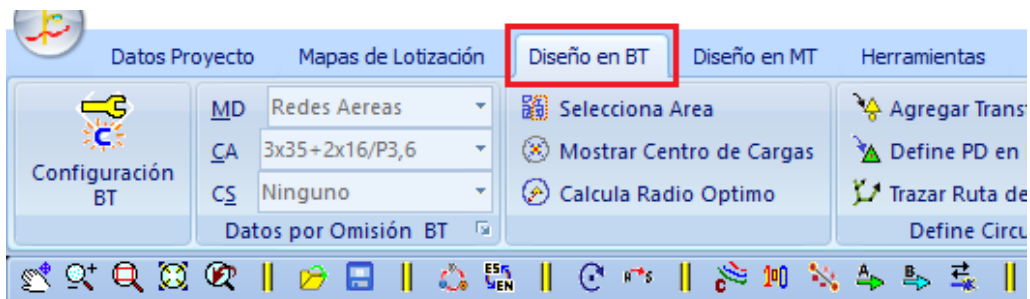

Fig. 2.1
1. En la ventana del DIREC-CAD, buscamos en la parte superior el menú **Diseño en BT** (Ver Fig. 2.1) y hacemos Click.